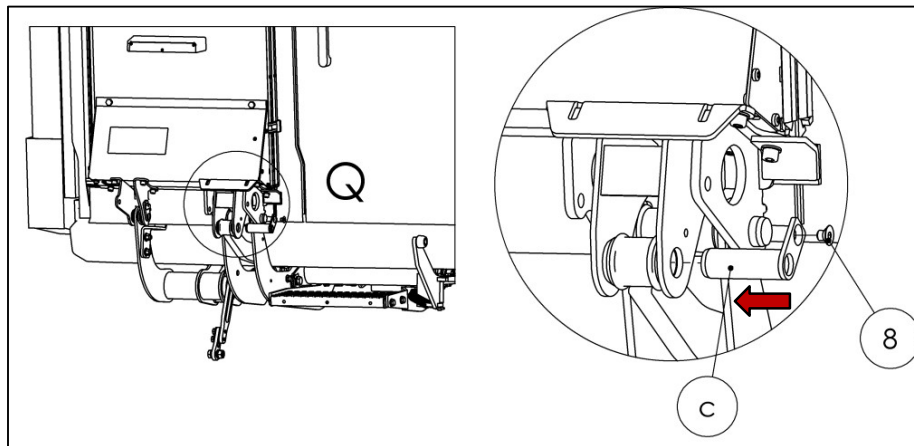

Fig. 62
- Monte el tornillo (8) del kit de accesorios para fijar el pasador (Fig. 62).